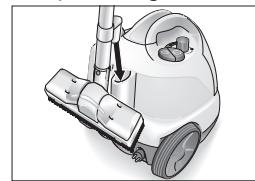

Abb. 9: Parkposition
- Bei kurzer Arbeitsunterbrechung kann das Verlängerungsrohr mit montierter Düse in die Parkposition gesteckt werden (siehe Abb. 9).